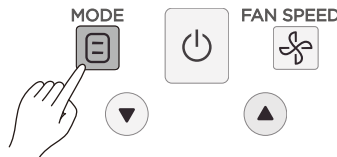

Figura 11
1. Pressione  (vide Figura 11). A tela mostra o modo de operação;